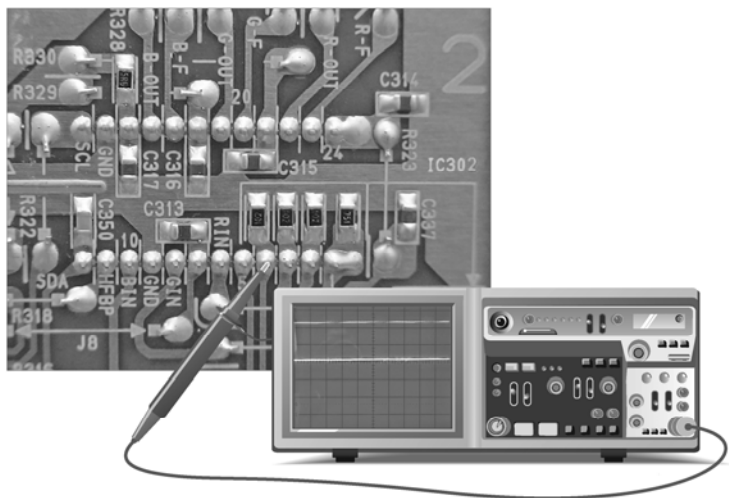

图 2-41 检测字符 B 信号的波形
将示波器探头放到视频预放集成电路 TDA4887PS 的④脚上对字符 B 信号进行检测, 适当调整示波器, 具体操作及信号波形如图 2-41 所示。